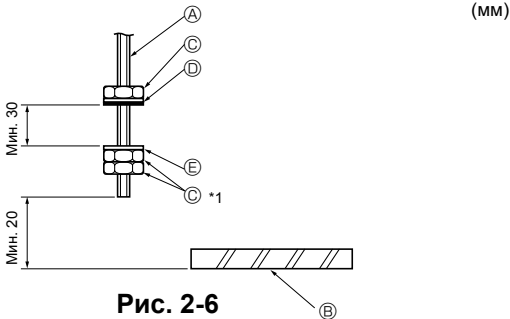

Рис. 2-6
2.4. Порядок подвешивания прибора (Рис. 2-6)